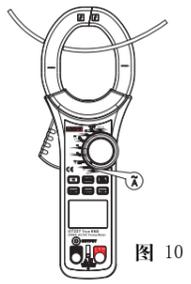

图 10
(8) 交流电流 (A~) (见图10)
8.交流电流测量 (A~) (见图10)